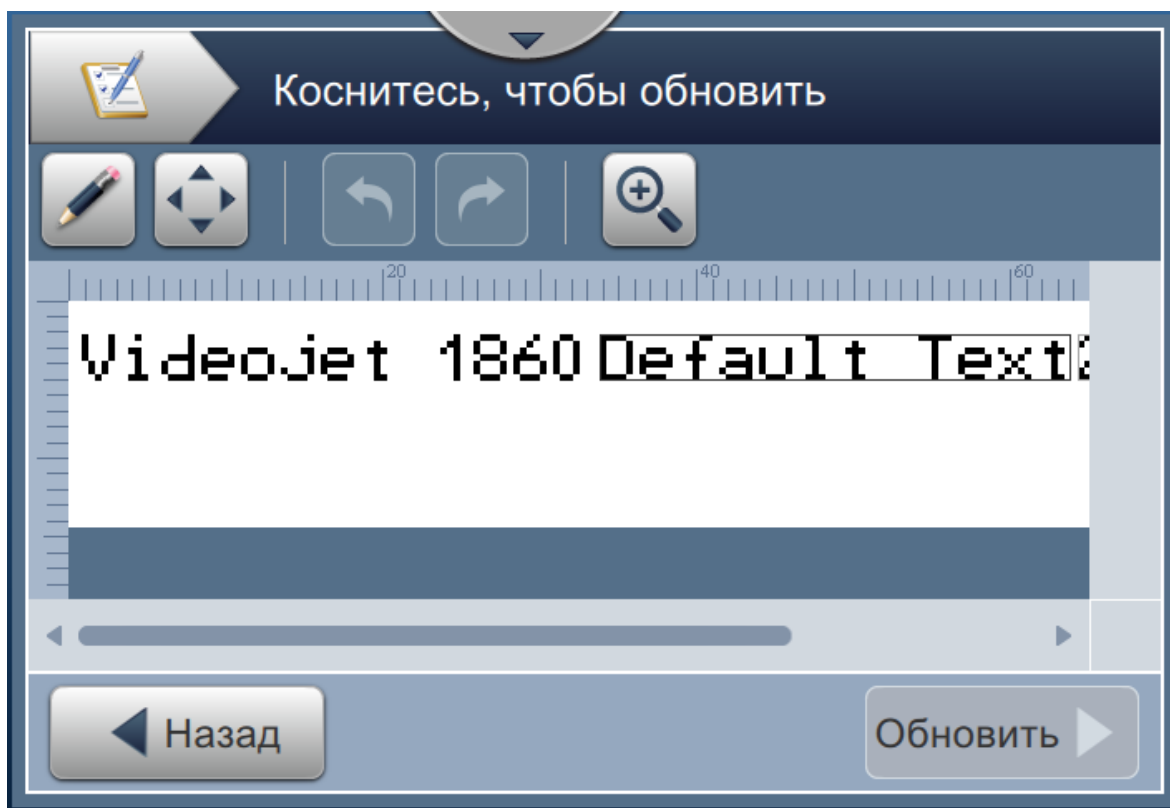

Рис. 5-14. Редактор заданий
3. Чтобы отредактировать пользовательское поле, нажмите кнопку , как показано на Рис. 5-14.
5. Чтобы изменить расположение поля, коснитесь поля и нажмите кнопку , как показано на Рис. 5-14.